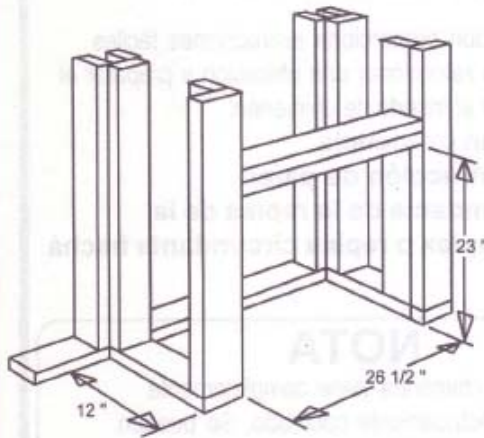

FIGURA 3
4. Use varas para marcar una apertura de 26 1/2" de ancho x 23" de alto (67,3 cm de ancho x 58,4 cm de alto) permitiendo una profundidad de 12" (30,5 cm). (Consulte la Figura 3 como ejemplo).